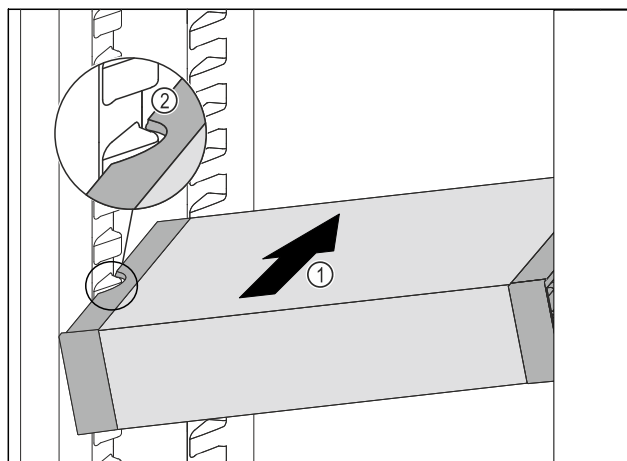

Fig. 59
- Introduzca el VarioSafe en posición oblicua en el compartimento del frigorífico Fig. 59 (1) hasta que los huecos laterales Fig. 59 (2) del VarioSafe se encuentren a la altura de la nervadura del recipiente en el compartimento frigorífico.